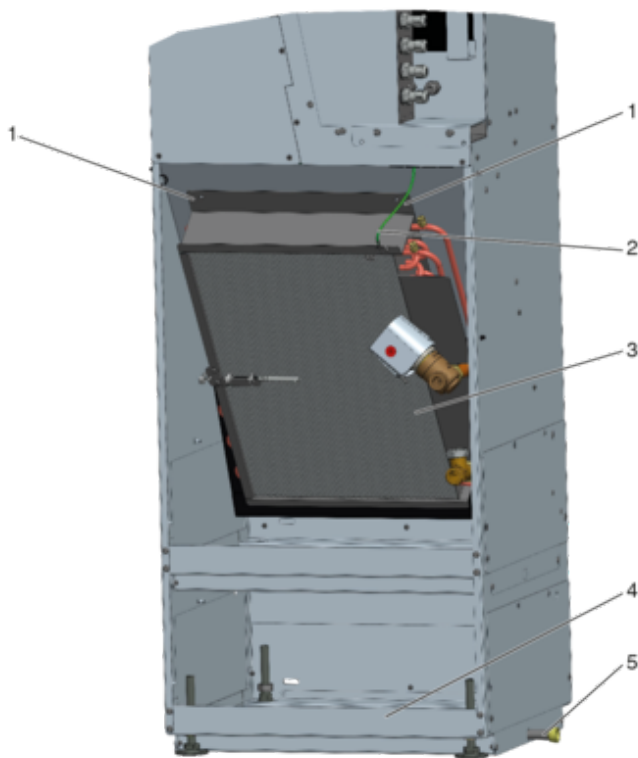

Abb. 42: Wärmeübertrager SCHOOLAIR-V-2L
Schutzleiter (Abb. 42 /2) am Wärmeübertrager lösen.
Wärmeübertrager (Abb. 42 /3) durch lösen der beiden Kreuzschlitzschrauben (Abb. 42 /1) lösen und nach oben aus dem Gerät ziehen.
- Die Kondensatwanne (Abb. 42 /4) mit handelsüblichen Reinigungs- oder Desinfektionsmitteln reinigen.
- Kondensatablauf (Abb. 42 /5) (optional) auf freien Ablauf prüfen.